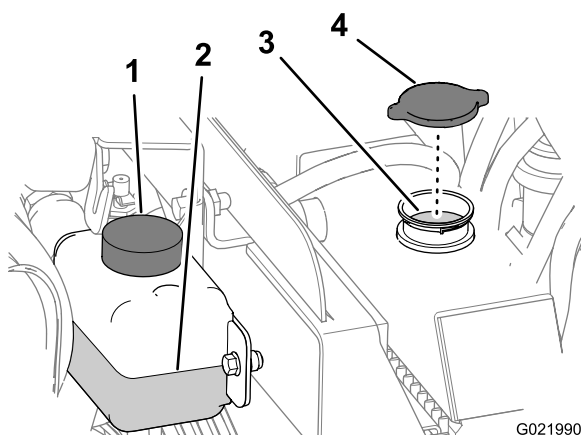

Bild 139
4. Nehmen Sie den Kühlerdeckel vom Füllstutzen des Kühlers ab und prüfen Sie den Kühlmittelstand (Bild 138 und Bild 139).
5. Wenn der Stand des Kühlmittels niedrig ist, füllen Sie Kühlmittel bis zur Unterseite des Füllstutzens auf (Bild 139).
6. Setzen Sie Kühlerdeckel auf und stellen sicher, dass er richtig abgedichtet ist (Bild 139).
4. Nehmen Sie den Kühlerdeckel ab (Bild 139).
2. Nehmen Sie den Kühlerdeckel ab (Bild 139).
4. Schrauben Sie den Kühlerdeckel wieder auf (Bild 139).